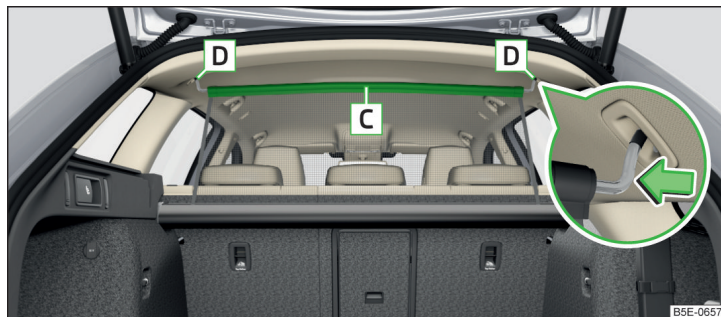

Fig. 145 La red de separación asegurada correctamente detrás de los asientos traseros en estado extraído
- Extraer la red separadora en la barra transversal **C** y engancharla en uno de los alojamientos **D** » fig. 145.
- Presionar sobre la barra transversal y retirarla de los alojamientos **D** » fig. 145 primero de un lado y después del otro lado.